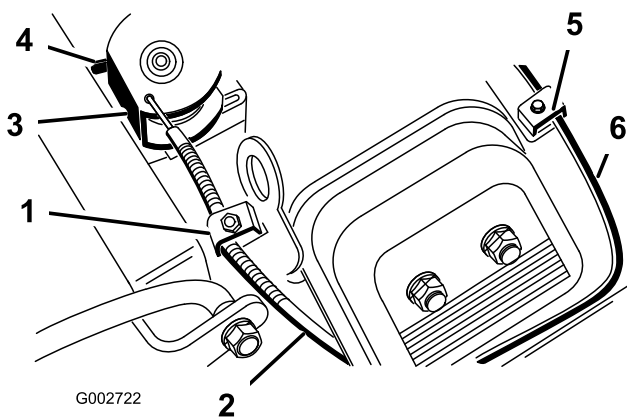

Figure 38
2. Desserrez la vis de collier qui fixe le câble d'accélérateur sur le moteur (Figure 38).
4. Tirez fermement sur le câble d'accélérateur jusqu'à ce que l'arrière du pivot atteigne la butée (Figure 38).
2. Desserrez la vis de collier qui fixe le câble de starter sur le moteur (Figure 38).
4. Tirez fermement sur le câble de starter (Figure 38), jusqu'à ce que le papillon soit complètement fermé, puis serrez la vis du collier de câble.